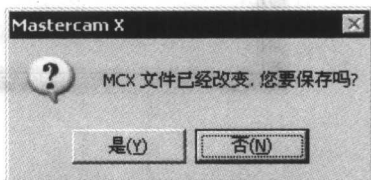

图 1-14 文件保存提示对话框
在 Mastercam 启动后,系统按其默认配置自动创建一个新文件,用户可以直接进行图形绘制等操作。若已经在编辑一个文件,要新建另一个文件,可选择菜单中的“文件”→“新建文件”命令,如果当前文件没有保存,系统会出现如图 1-14 所示的提示对话框。单击“是”按钮,则保存当前文件;单击“否”按钮,则放弃保存。
(3) 选择文件后，单击  按钮或双击所选文件，将在图形窗口中打开该文件。此时，如果当前文件没有保存，系统将弹出如图 1-14 所示的对话框提示是否保存当前文件。
(4) 在文件列表窗口中右击鼠标，在弹出的右键菜单中选择“最近打开过的文件”或“最近打开过的文件夹”命令，可以列出最近使用过的大多数文件，用户可以很方便地进行选择。